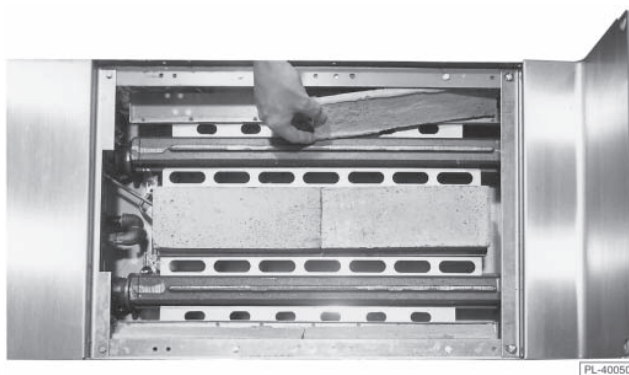

Fig. 15
3. Briques triangulaires (4) – En installer deux de chaque côté (Fig. 15).